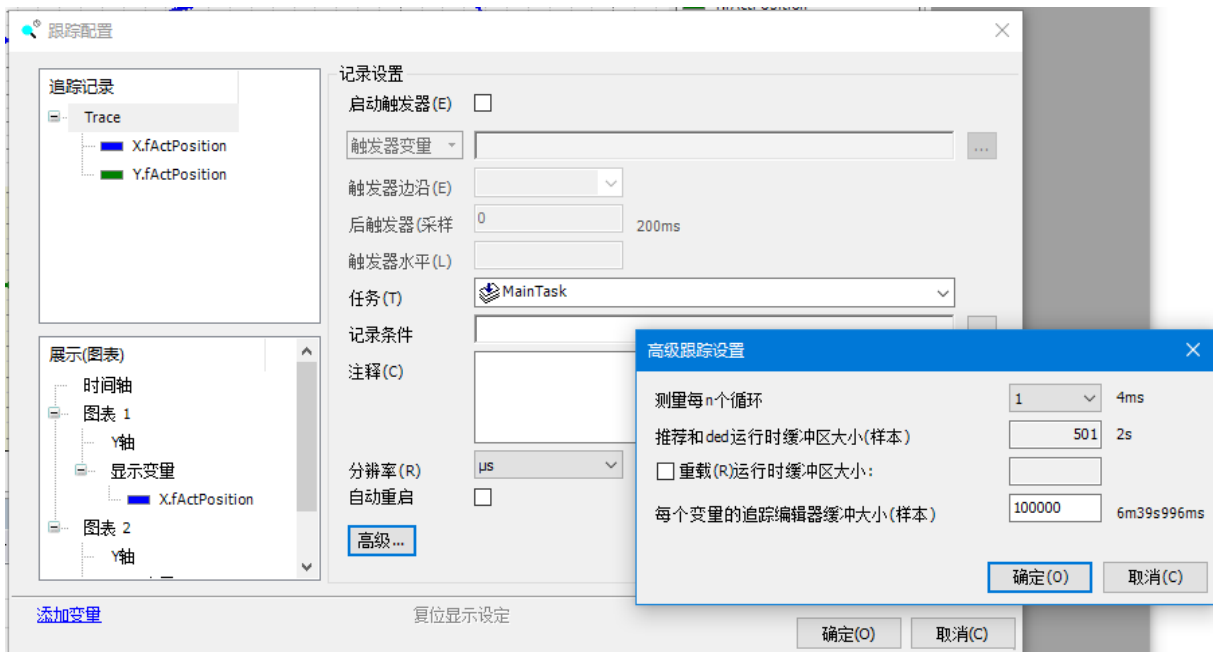

图 5.9 配置跟踪曲线的参数
- 在跟踪曲线界面的右上角，点击“配置”，弹出对话框如图 5.9 所示。将其中的“任务”选“Main Task”，分辨率选微秒；再点击“高级”，根据需要修改“每个变量的追踪编辑器缓冲大小”，即采样总时间。